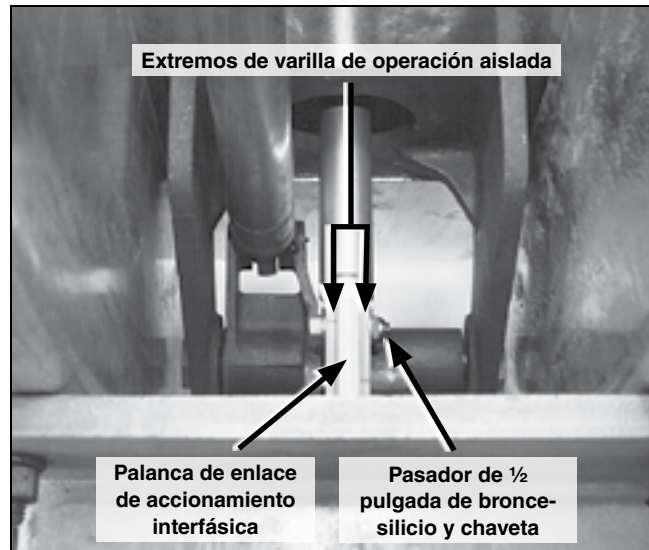

Figura 16. Acople la varilla de operación aislada a la palanca de enlace de accionamiento interfásica.
- (g) Fije los eslabones del extremo de la varilla de operación aislada a la palanca de enlace de accionamiento entre fases, en la base de alta velocidad utilizando el pasador de bronce de silicio de $\frac{1}{2}$ pulgada y el pasador de chaveta retenidos del Paso 1(d) en la página 17. Ver Figura 16. La varilla de operación aislada puede ser movida hacia arriba o hacia abajo, como se requiera, para realizar la conexión.